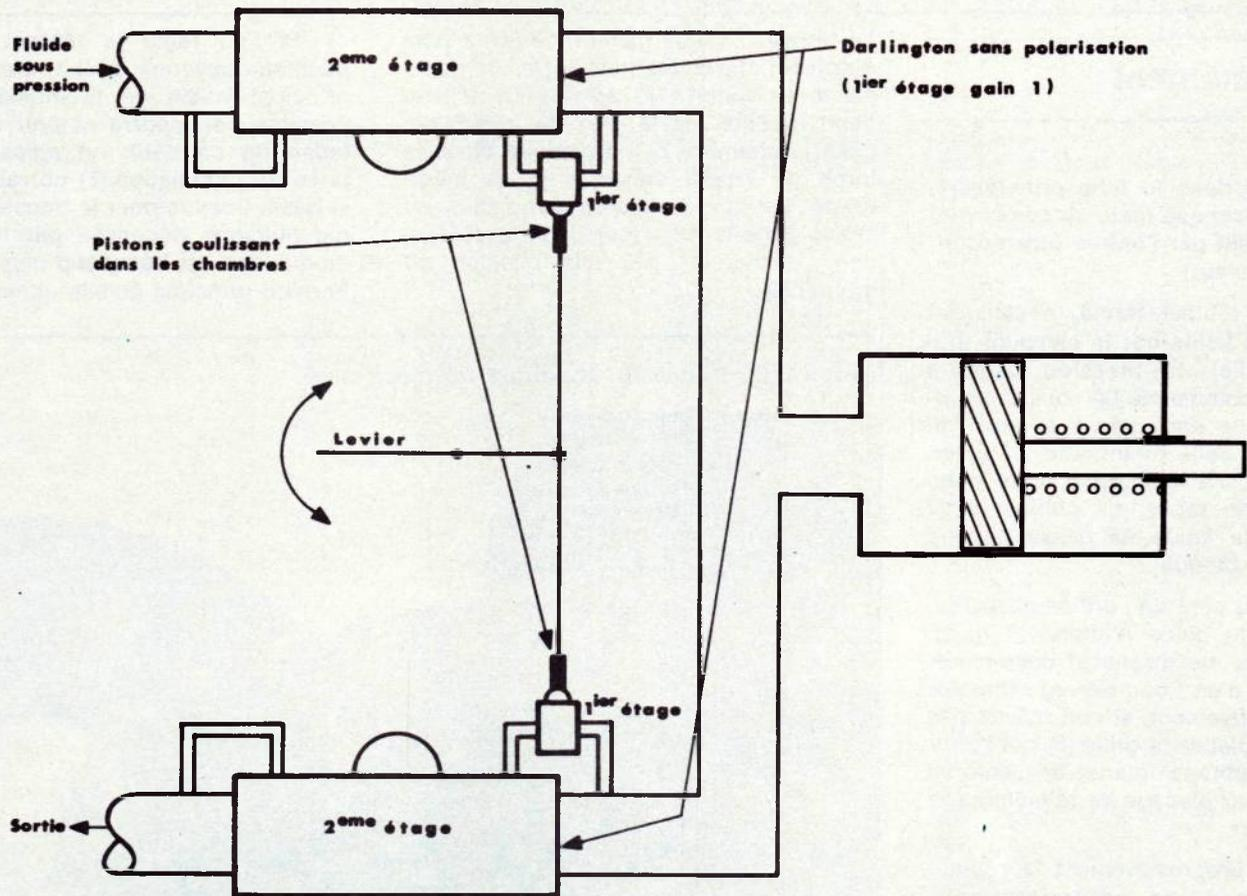

Figure 2
b) Alimentation et vidange progressive d'un vérin (figure 2)